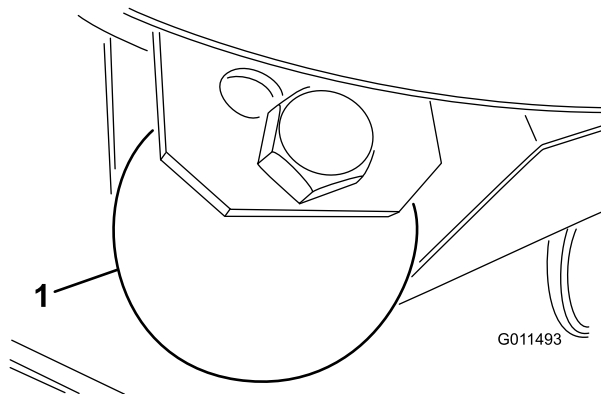

Bild 28
1. Entfernen Sie die Schraube und Mutter, mit denen das Abstandsrad an den Mähwerkhalterungen befestigt ist (Bild 28).